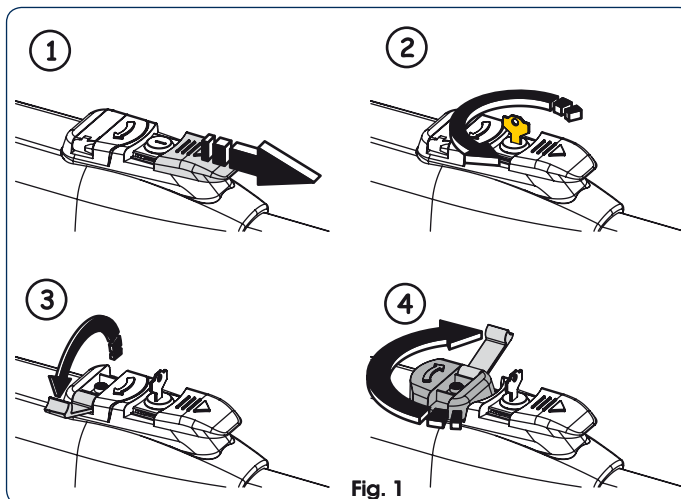

Fig. 1
2. Far scorrere il cappuccio protettivo, Fig. 1 - ①.
3. Inserire la chiave e ruotarla di 90°, Fig. 1 - ②.
4. Sollevare la leva di manovra, Fig. 1 - ③.
5. Per sbloccare l'operatore ruotare di 180° la leva di manovra nella direzione della freccia presente sul sistema di sblocco, Fig. 1 - ④.